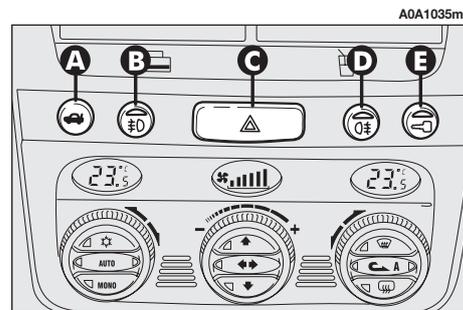

fig. 120
### APERTURA PORTELLONE VANO BAGAGLI (fig. 120)
### LUCI DI EMERGENZA (fig. 120)
**LUCI FENDINEBBIA (fig. 120)**
## LUCE RETRONEBBIA (fig. 120)
## BLOCCAPORTE (fig. 120)